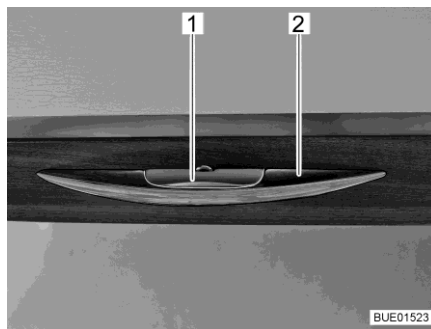

Bild 48 Skåplucka med låshandtag
- Tryck in låshandtaget (Bild 48,1) och håll det intryckt.
- Öppna skåpluckan genom att dra i handtaget (Bild 48,2).